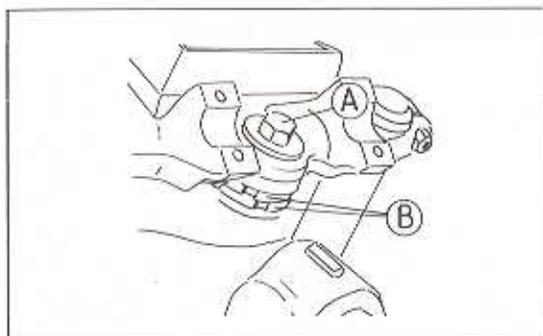

Bild 51
- Die untere Klemmschraube der Gabelbrücke lösen (Bild 51).